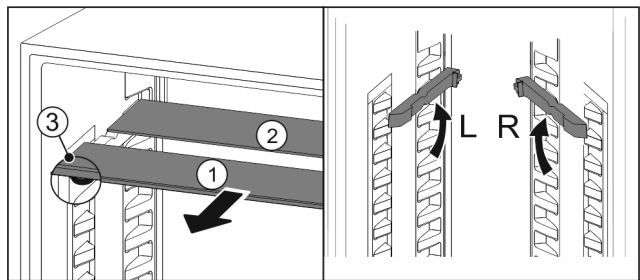

Fig. 35
- ▶ Посуньте Fig. 35 (1) скляну панель вперед.
- ▷ Скляна панель Fig. 35 (1) з декоративною планкою лежить спереду.
- ▷ Стопори Fig. 35 (3) показують вниз.